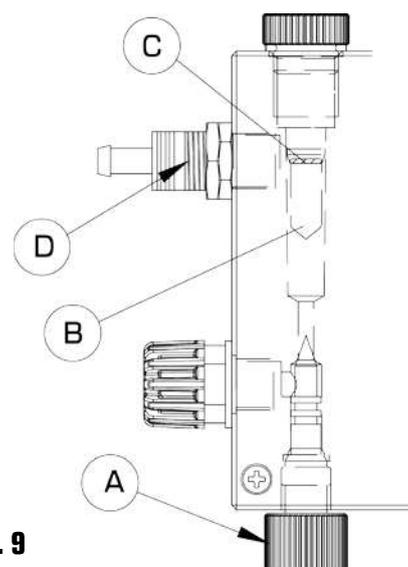

Рис. 9
- Отрегулируйте регулятором «А» (см. **Рис. 9**) поток воды, подаваемый на анализ. Поплавок «В» должен находиться относительно риски «С», расположенной на корпусе измерительной кюветы (держателя датчиков), так как рекомендовано на данном рисунке.